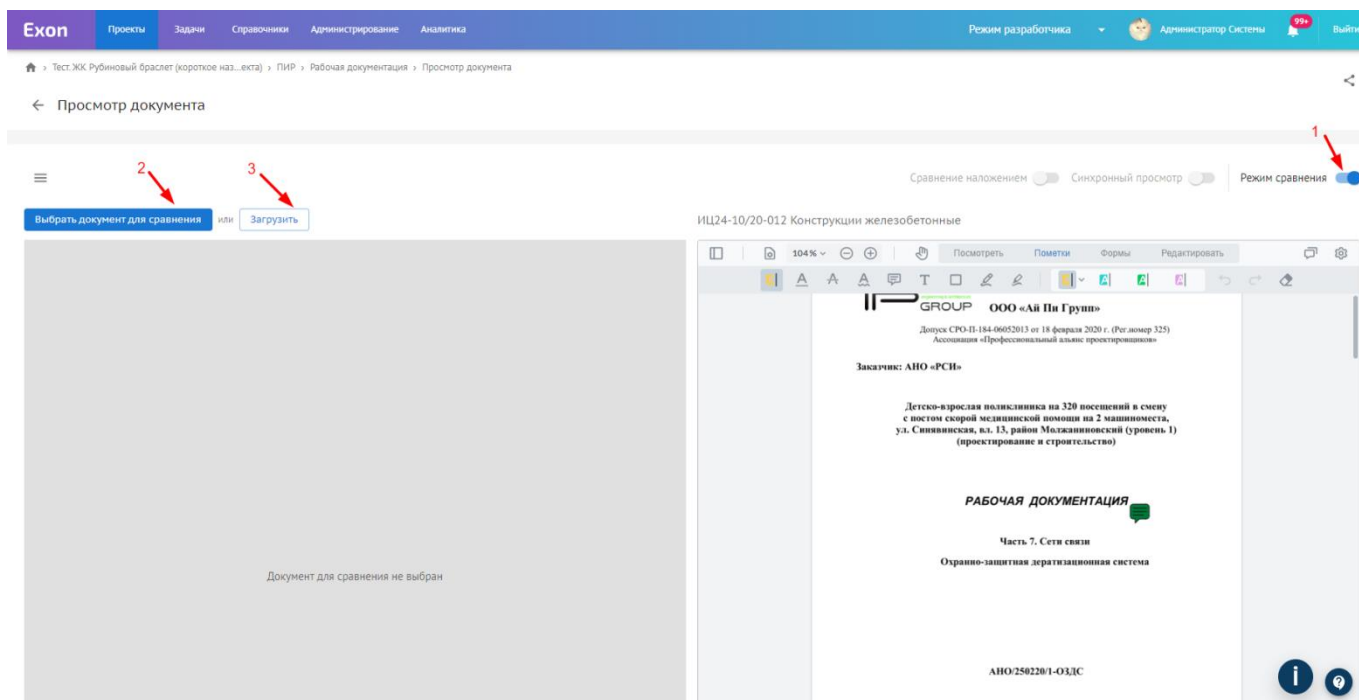

Рис. 37 - Режим сравнения
Реализован Режим сравнения (1), который позволяет в режиме двух окон открыть и сравнить документы, документы можно выбрать ранее загруженные из системы (2) или загрузить документ для сравнения с устройства (3) (рис. 37).